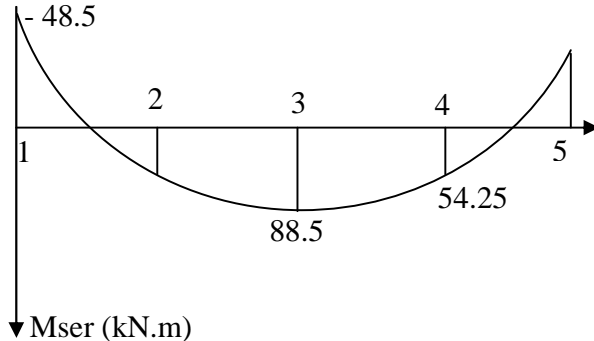

Figure 16.2.
1) Calculer par les différentes méthodes la flèche au centre due au moment de service indiqué sur le diagramme de la figure 16.2.